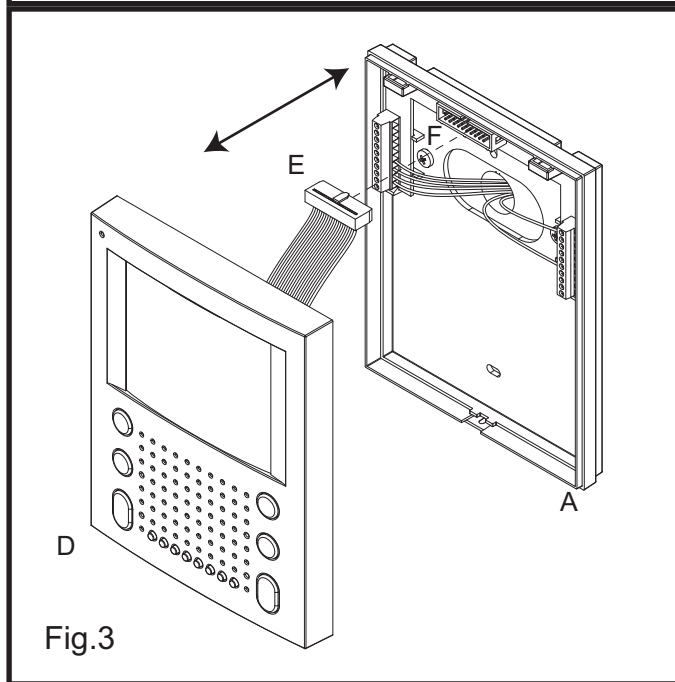

Fig.3
- Per installare il videocitofono Art.SL5478 è necessario aprirlo: facendo riferimento alla figura 4, svitare la vite "G", tirare a se il coperchio "D" quindi spingerlo verso l'alto (o in avanti se si effettua l'operazione tenendo il videocitofono in orizzontale) e scollegare il connettore maschio "E" (Fig.3) dal connettore femmina "F" (Fig.3) della scheda di connessione alloggiata sulla base "A".
- To install Art.SL5478 it is necessary to open it. Follow picture n.4: turn screw "G", pull cover "D" and lift it up (or push it forward if the videomonitor is in horizontal position), then disconnect plug "E" (Fig.3) from plug "F" on the connection board housed on the bottom "A".
- As shown in figure 3, move cover "D" close to bottom "A", connect plug "E" to plug "F" on the connection board then proceed with the next step.